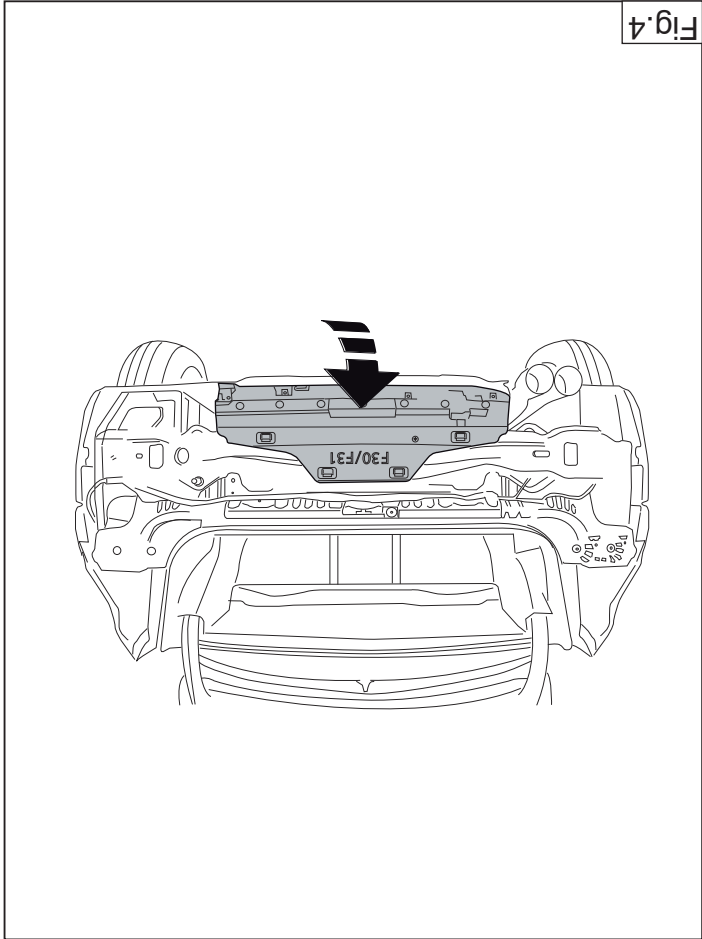

Fig.4
8. Attach the plastic cap to the crossbeam of the tow bar at the points B. See figure 4.
8. Montieren Sie die Kunststoffkappe am Querträger der Anhängerkupplung an den Punkten B. Siehe Abbildung 4.